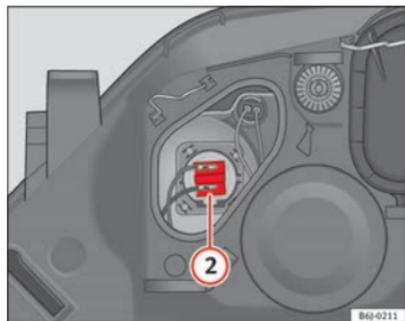

Fig. 144 Luz de carretera
- Extraiga el conector ⇒ fig. 144 ② tirando hacia afuera.